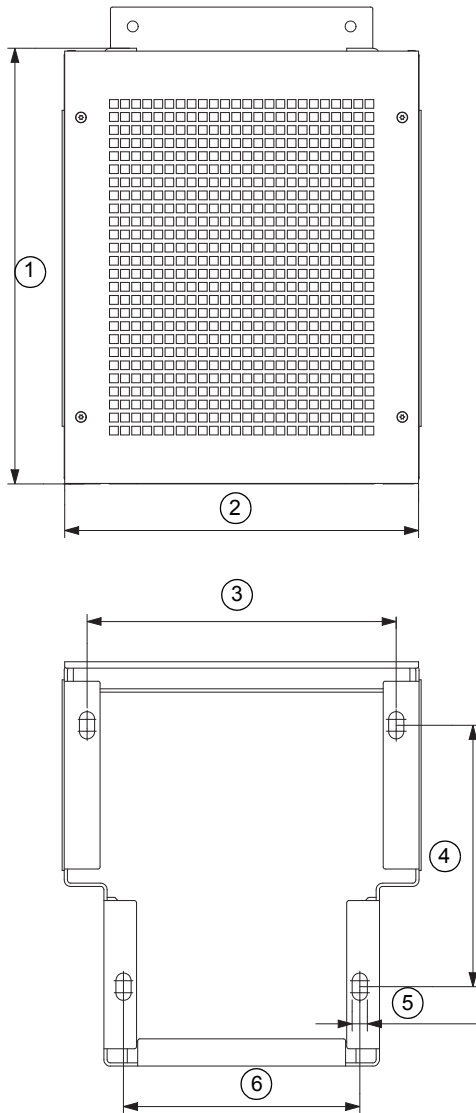

Fig. 6 Esquema de perforación de la base
1. Marque los orificios de montaje en el suelo. Véase la fig. 6.